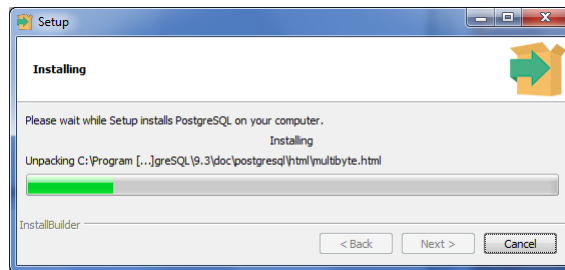

Рис. 3.10. Инициализация кластера базы данных
10. Дождитесь окончания установки и нажмите кнопку *Next* (Рис. 3.10).